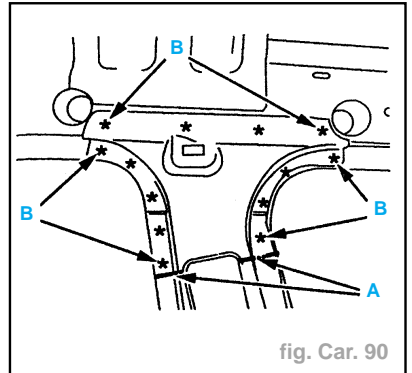

fig. Car. 90
- Découper à l'aide d'une meule épaisseur 1 mm (suivant A) (fig. Car. 90).